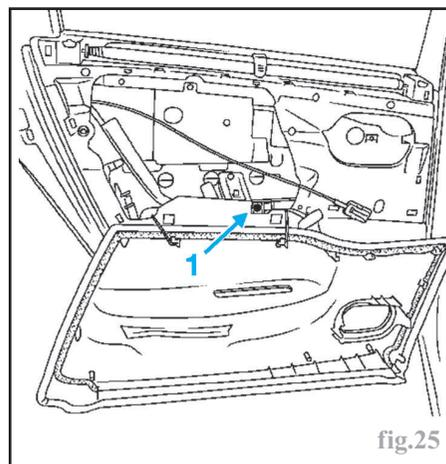

fig.25
- Positionner la vitre pour avoir accès à l'agrafe de fixation (1) (fig.25).
- Dégager l'ergot (1) en tirant la vitre vers le haut.